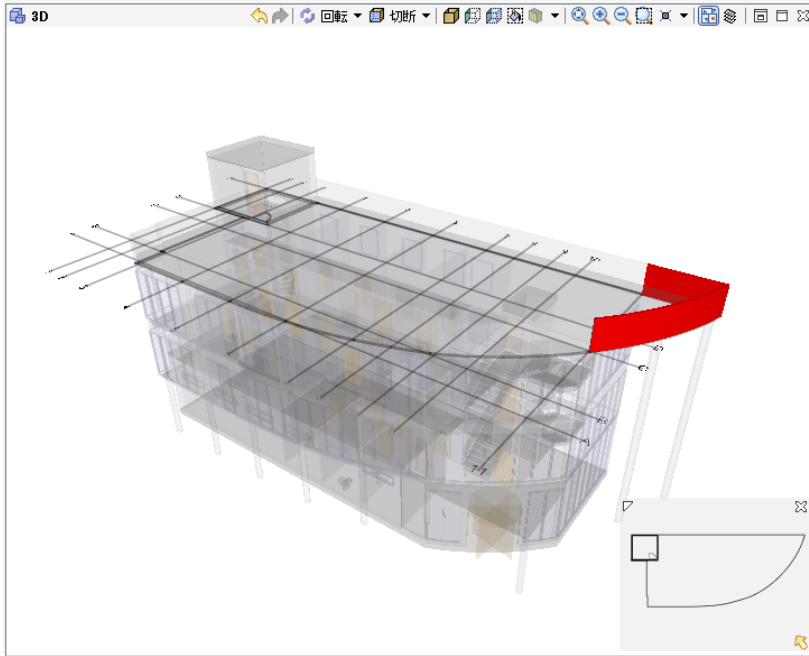

図 4 4 透明化
11) 案件またはカテゴリーのいずれかを選択し、右クリックでコンテキストメニューを開き、切断ボックスを選択します。(図 4 5を参照)